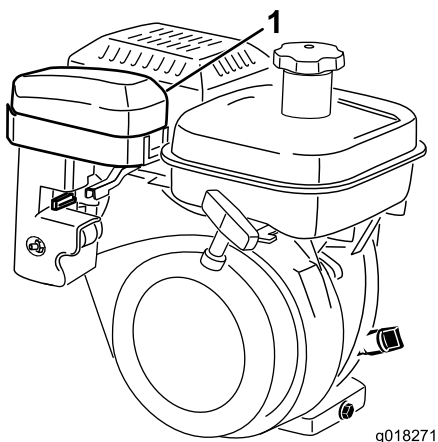
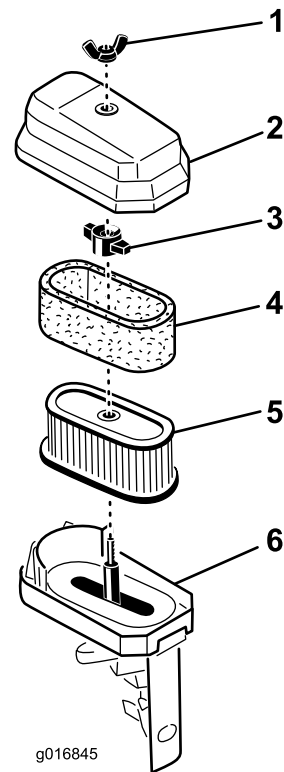

Bild 36
Bild 37
3. Reinigen Sie die Abdeckung (Bild 36 und Bild 37).
4. Wenn der Schaumstoffeinsatz verschmutzt ist, nehmen Sie ihn vom Papiereinsatz ab (Bild 37) und reinigen ihn wie folgt.